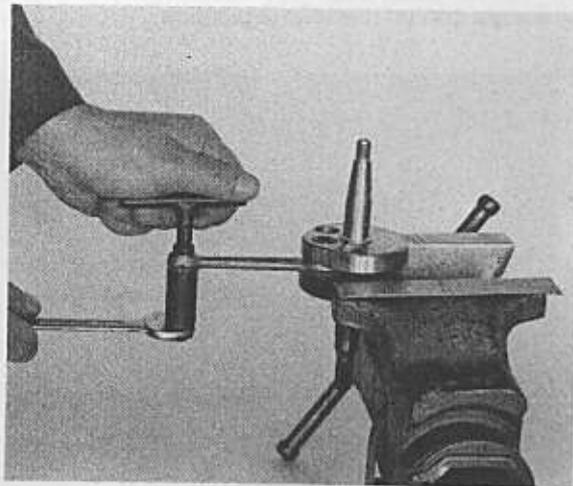

Fig. 31
2. Replace a worn bush using the tool, Part No. 716.714, (Fig. 31);
2. Sostituire la bronzina utilizzando l'attrezzo Part. No. 716714 (Fig. 31)